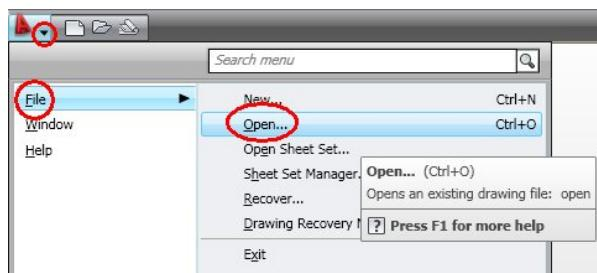
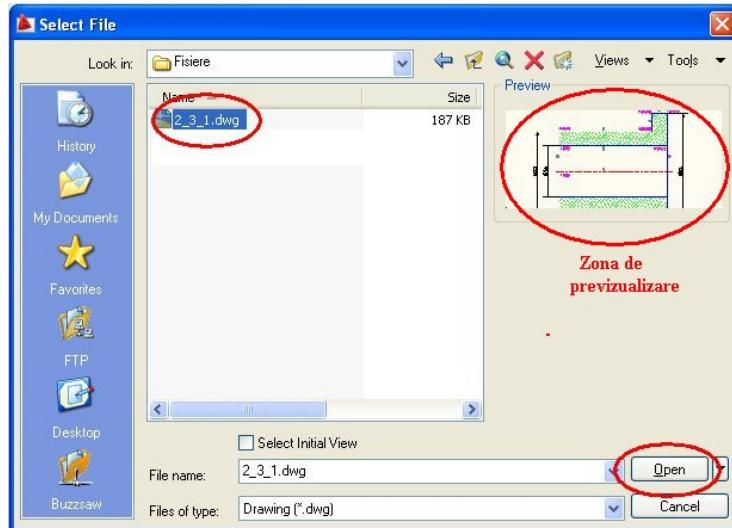

Figura 2.2.2
Figura 2.2.3
- din meniu principal în succesiunea **Menu Browser** → **File** → **Open...**, figura 2.2.2, ceea ce va avea ca efect apariția ferestrei **Select file**, figura 2.2.3;
Oricare din metodele precizate anterior va provoca afișarea ferestrei **Select file**, figura 2.2.3, care, sub forma clasică a ferestrei **Explorer** specifică sistemului **Windows**, permite selecția fișierului dorit pentru deschidere. Fereastra include în partea dreaptă o zonă de previzualizare a conținutului fișierului selectat.